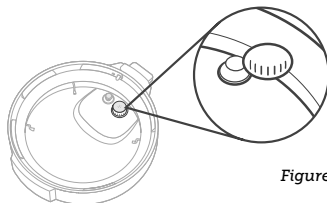

Figure 10.2
- a. Retirez la protection anti-blocage en la saisissant de chaque côté, puis en la tirant vers le haut. **[Figure 10.2]** Rincez et séchez la protection antiblocage et remplacez-la à l'intérieur du couvercle.